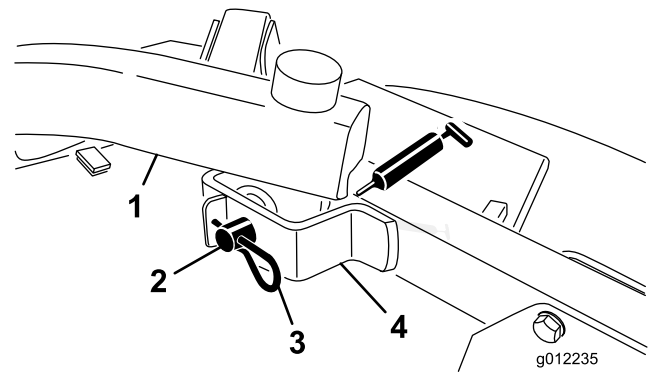

Figura 22
- Pivotes de los brazos de elevación delanteros (2) (Figura 22)